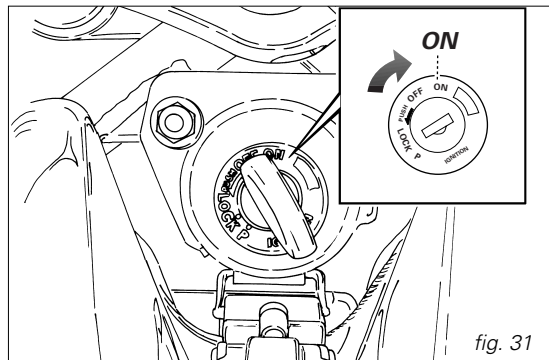

fig. 31
1) Déplacez le commutateur d'allumage en position **ON** (fig. 31). Vérifiez si l'avertisseur lumineux vert **N** et le rouge  sur le tableau de bord sont allumés.